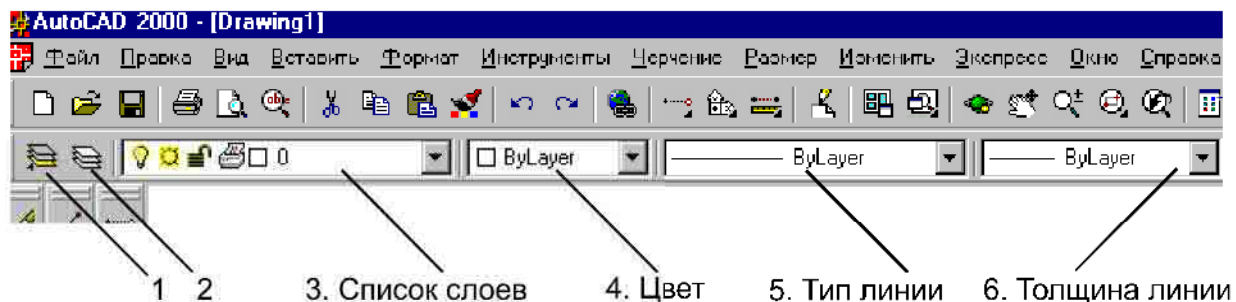
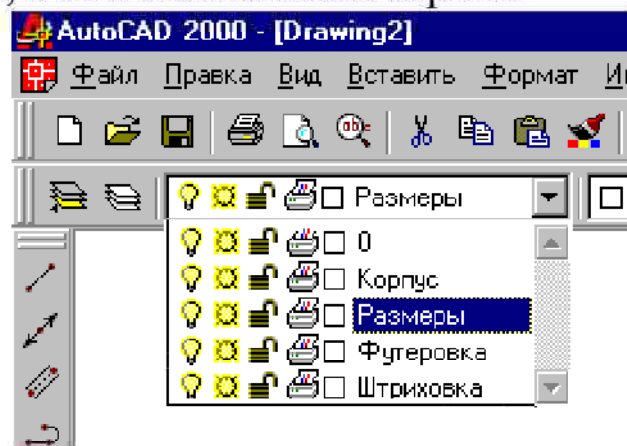
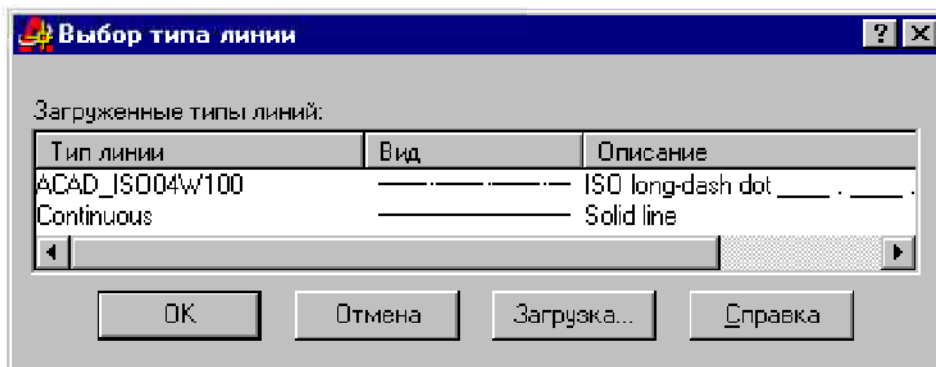

Рис. 9.2. Панель *Свойства объектов*.
Рис. 9.5. Ниспадающий *Список слоев*.
Рис. 9.8. Диалоговое окно *Выбор типа линии*.
Для того чтобы создать новый слой, необходимо щелкнуть по кнопке *Слои* (2) в панели *Свойства объектов* (рис. 9.2). Кроме этого можно из ниспадающего меню *Формат* запустить команду *Слой* или ввести команду *Layer* с клавиатуры.
1. Из панели *Свойства объектов* раскрыть ниспадающий список слоев (№3 рис. 9.2) и щелкнуть по названию требуемого слоя (см. рис. 9.5). При этом данный слой автоматически станет текущим. Щелчок мышкой должен происходить именно по названию слоя, а не в любом месте строки.
2. В панели *Свойства объектов* нажать кнопку *Слои* (№2 см. рис. 9.2), появится меню *Настройка свойств слоя* (рис. 9.3), в нем щелкнуть по названию требуемого слоя, нажать кнопку *Текущий*, а затем ОК.
3. Выделить какой-либо объект на чертеже и в панели *Свойства объектов* нажать кнопку *Сделать слой объекта текущим* (№1 см. рис. 9.2)
Команды управления слоем расположены в виде знаков (см. рис. 9.5 и 9.6) перед названием слоя в списке панели *Свойства объектов*.
AutoCAD позволяет настроить свойства отдельного объекта индивидуально. Для этого следует выделить объект и из соответствующего ниспадающего списка выбрать требуемый параметр – цвет, тип или толщину линии. Списки показаны на рис. 9.2.
Для того чтобы задать определенный тип линий по слою, необходимо вызвать диалоговое окно *Настройка свойств слоя* (рис. 9.2), щелкнуть в соответствующей строке по названию текущего типа линии, в появившемся диалоговом окне *Выбор типа линии* (рис.9.8), щелкнуть по строке нужного типа и нажать ОК.
Как правило, в окне *Выбора типа линии* бывает мало образцов. Для того чтобы вывести все имеющиеся у AutoCAD типы, нужно в окне рис. 9.8. щелкнуть по кнопке *Загрузить*. Будет выведено диалоговое окно *Загрузить или обновить типы линий* (рис 9.9).
В этом окне нужно щелкнуть по требуемому типу и нажать ОК. Выбранный тип линии появится в списке загруженных в данный проект типов, который показан на рис. 9.8.